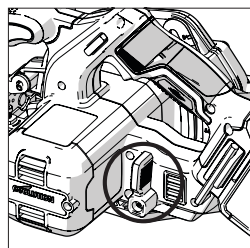

Fig. 10
- Lossa låsmekanismen för djupjustering genom att dra manöverspaken uppåt. (**Fig. 10**)